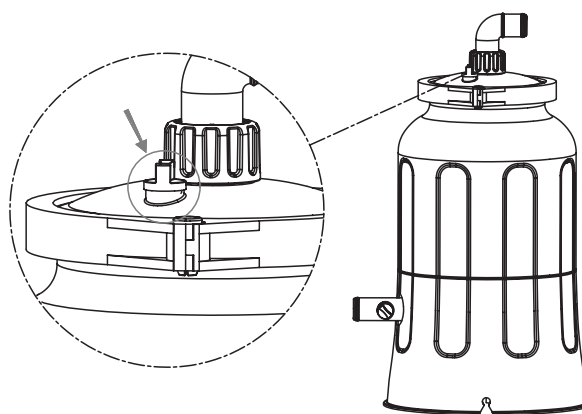

Ilustración 5
1. Abra el tornillo de ventilación en la parte superior de la cubierta transparente hasta que salga el agua y, a continuación, apriete el tornillo de ventilación. **(Ilustración 5)**